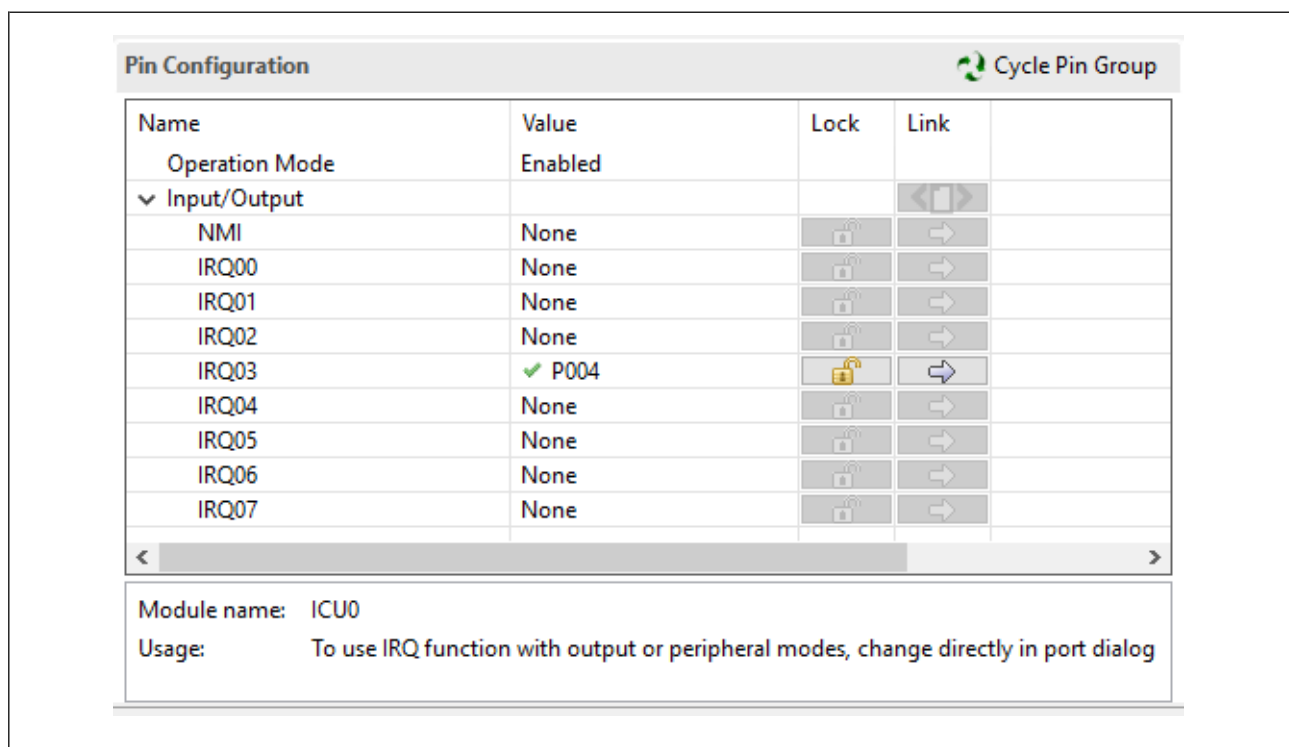
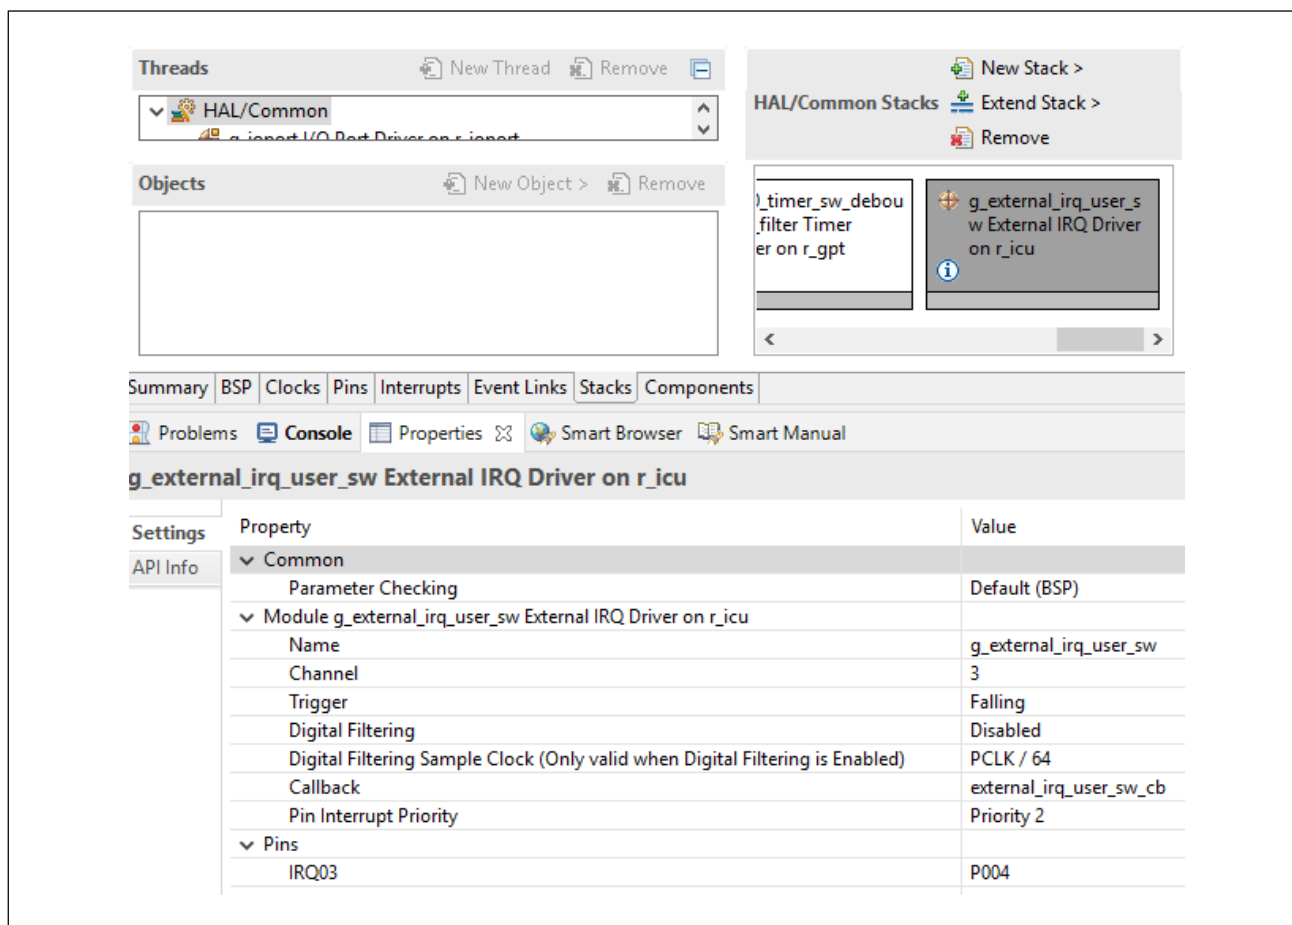

图21. 使用 Renesas FSP 配置器将 P004 配置为 IRQ03
图22. 使用 Renesas FSP 配置器配置 IRQ03
- 图 21 和图 22 给出了使用 Renesas FSP 使能和配置 IRQ 引脚的示例。